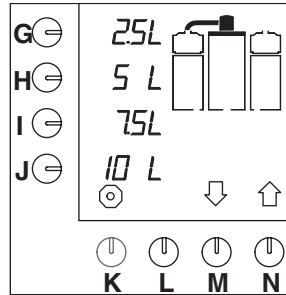

Fig. 8 Beginscherm
- Het indicatielampje in de schakelaar gaat branden. De standaard keuzemogelijkheden verschijnen in het display (fig. 8).